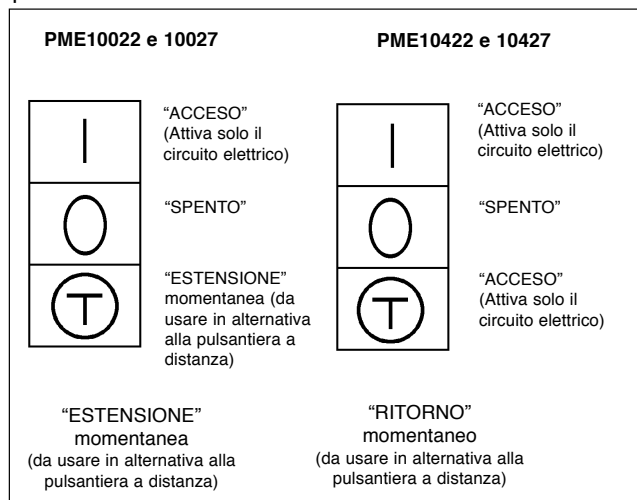

Figura 5: Posizioni degli interruttori della pompa
- Accertarsi che l'interruttore della pompa sia in posizione "SPENTO" (figura 5).